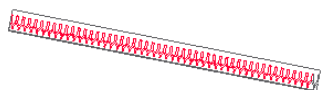
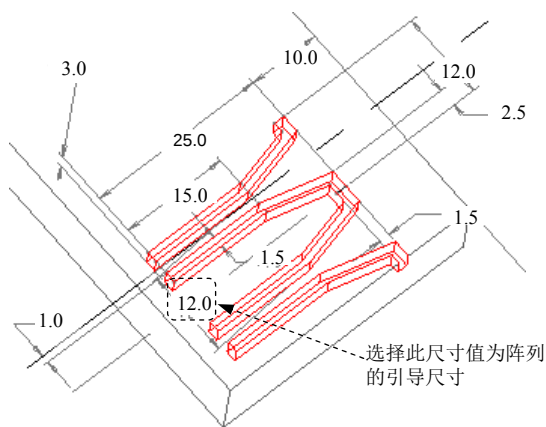

图 8.10.8 阵列特征
图 8.10.9 选择引导尺寸
Step5. 创建图 8.10.8 所示的特征阵列。选取上一步创建的平移复制特征右击，选择 **阵列...** 命令。在阵列控制方式下拉列表中选择 **尺寸** 选项。单击 **尺寸** 选项卡，选取图 8.10.9 所示的尺寸 12.0 作为第一方向阵列参考尺寸，在 **方向1** 区域的 **增量** 文本栏中输入增量值 12.0；在操控板中的第一方向阵列个数栏中输入数值 49。单击 按钮，完成阵列特征的创建。